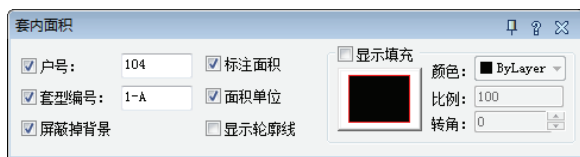

图 7-22 “套内面积”对话框
- 2) 调用“TNMJ”命令，弹出“套内面积”对话框，设置参数如图 7-22 所示。